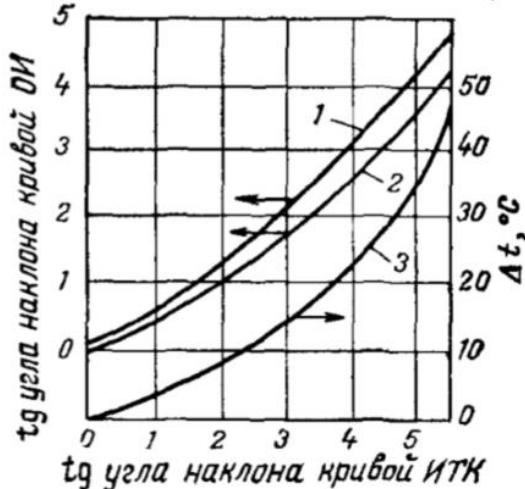

Рисунок 4 – График для построения кривых ОИ нефтяных фракций
- 1) Определяют $\operatorname{tg} \angle \text{ИТК}$; по графику (рисунок 4).
- 3) По кривой 3 (рисунок 4) определяют Δt – разность между 50%-ными точками на линиях ИТК и ОИ. Из $\operatorname{tg} \angle \text{ОИ} = 0,7$ следует, что $\Delta t = 7^\circ\text{C}$.